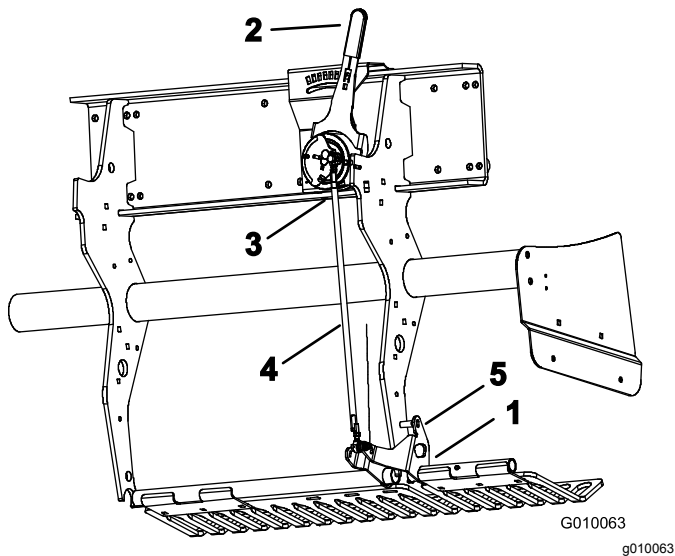

Figura 59
2. Ruotate la staffa di montaggio della protezione del tappeto erboso di sinistra (Figura 59) verso l'alto, fino a quando non è possibile inserire un perno di bloccaggio, come un fioretto o un bullone da 8 mm, tra la staffa e il tubo di impostazione della profondità saldato al telaio.
3. Spostate la leva di profondità delle fustelle (Figura 59) in posizione H (profondità massima).
4. Scollegate l'interruttore a sfera (Figura 59) dal cablaggio preassemblato (interruttore 'testa abbassata').
5. Allentate i controdadi (sinistro e destro) sul tirante di regolazione della profondità (Figura 59).